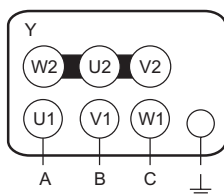

Рисунок 3
11.2 Вентиляторы с двигателями на номинальное напряжение  $\Delta/Y$  380/660В допускается также подключать к трехфазной сети с переменным напряжением 660В, предварительно переключив схему соединения обмоток двигателя в звезду  $Y$  660В (см. рисунок 3), в противном случае двигатель может выйти из строя.